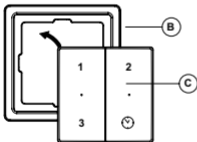

Fig 5.
2. Platzieren Sie den drahtlosen Schalter C (Abb. 5) so im Rahmen B, dass er einrastet.